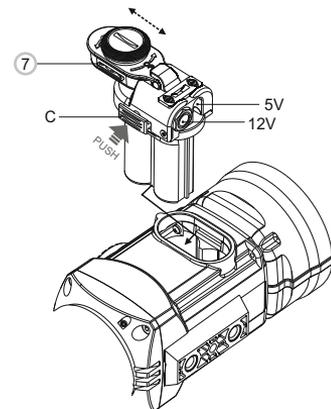

Fig. 3
- Instale el adaptador de alimentación externa en el contenedor de baterías del monocular (ver fig. 3) y presiónelo firmemente desde arriba para asegurarse de que los cierres (C) cierren en su lugar de ambos lados.
- Fije la tapa (7) en el adaptador (ver fig. 3).
- Enciende el dispositivo pulsando brevemente el botón **"ON/OFF"** (11).